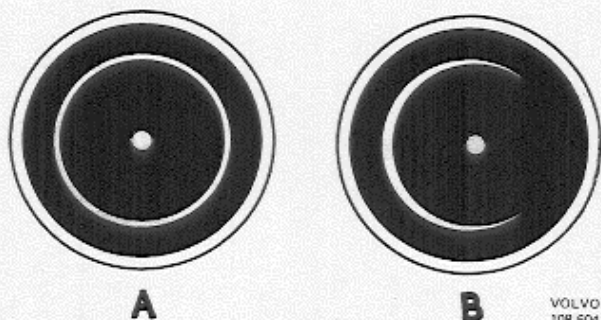

Abb. 1-5 Zentrierung der Stauscheibe
*12. Kontrollieren, daß die Stauscheibe im Lufttrichter einwandfrei zentriert ist, siehe Abb. 1-5.